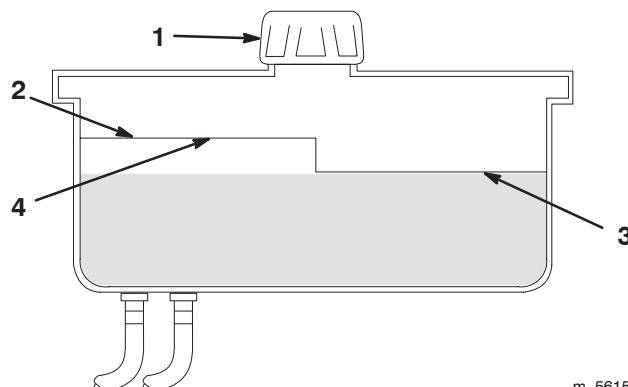

Figure 41
2. Nettoyez la surface autour du goulot de remplissage du réservoir hydraulique (Fig. 41).
3. Débouchez le goulot de remplissage et vérifiez si le réservoir contient du liquide (Fig. 41).
Remarque : Lorsque l'huile est chaude, le niveau de liquide doit atteindre le haut du repère "chaud" sur le déflecteur (Fig. 41).